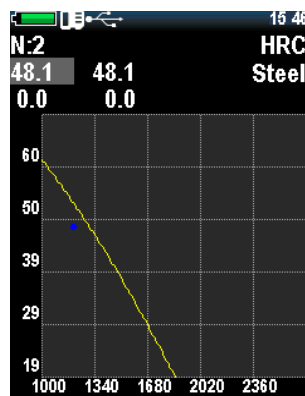

Abb. 2.37 - Kalibrierungsmessungen
5. Bewegen Sie den Cursor mit der Taste  und wählen Sie die erste Zeile aus. Führen Sie ungefähr fünf Messungen an der ersten Referenzprobe durch. Das Gerät zeigt den Durchschnittswert der Serie gemäß der aktuellen Kalibrierung an (Abb. 2.37). Wenn ein offensichtlicher Messfehler auftritt, drücken Sie die Taste , und die letzte Messung wird aus der Serie gelöscht.